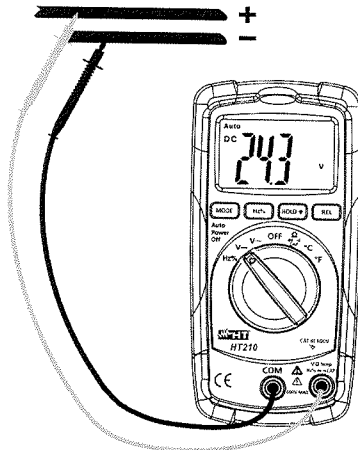

Abb. 2: DC-Spannungsmessung
2. Verbinden Sie die Messleitungen wie folgt: die rote Messleitung in die Buchse $V\Omega Temp Hz \% CAP \rightarrow$ und die schwarze Messleitung in die COM Buchse (s. Abb. 2)